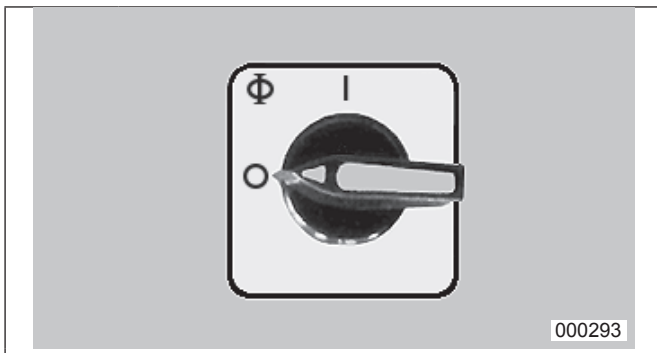
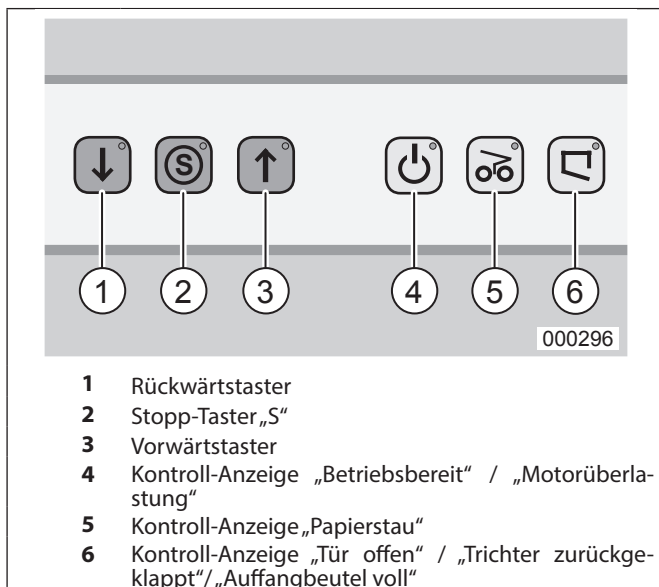

Abb. 2 Bedienungselement Hauptschalter (Not-Halt)
Abb. 3 Bedienungselemente Folie
1. Hauptschalter (Abb. 2) einschalten (Stellung „1“).
2. Vorwärtstaste (Abb.3/3) betätigen. Das Schneidwerk läuft.
Leuchtet auf, wenn der Hauptschalter (Abb.2) eingeschaltet ist.
Blinkt auf, wenn der Motor überlastet worden ist. Die Maschine kann während der Abkühlphase des Motors nicht gestartet werden. Zusätzlich leuchtet das Lämpchen der Kontroll-Anzeige (Abb.3/6) auf.
Schalten Sie das Gerät am Hauptschalter (Abb.2) ein. Zum Zeichen der Betriebsbereitschaft leuchtet das Lämpchen der Kontroll-Anzeige „Betriebsbereit“ (Abb.3/4) sowie das der roten Stopp-Taste „S“ (Abb.3/2) auf.
2. Vorwärtstaste (Abb.3/3) betätigen.
3. Zum Ausschalten die rote Stopp-Taste (Abb.3/2) drücken.